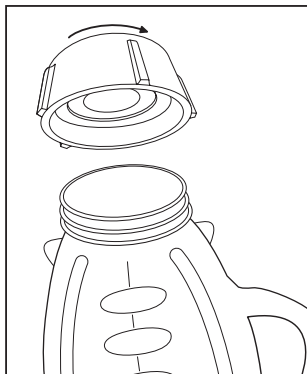

FIGURE 3
4. Placez l'embase filetée ordinaire ou à jupe sur le couteau et le récipient. (Remarque: Faites correspondre fentes et ergots s'il y a lieu.) Une fois l'embase, quelle qu'elle soit, en place, tournez-la en sens horaire pour la serrer. (Figure 3)